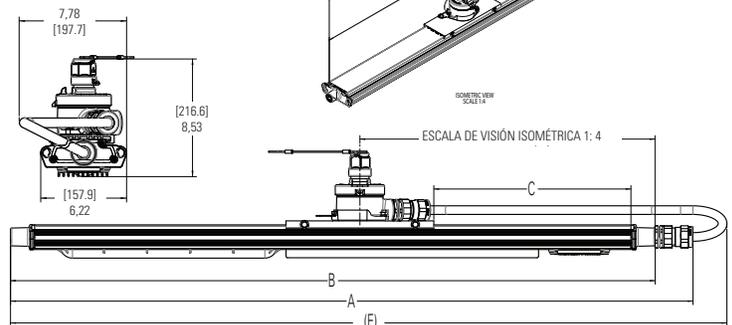

Imagen 10
- Instale el soporte de montaje deslizante con la caja de conexiones en la brida de montaje del dispositivo como se muestra en la Imagen 10. Ajuste la posición del montaje deslizante a la dimensión C que se muestra en el cuadro. Nota: La dimensión C hace referencia al extremo de la brida de montaje del dispositivo.
- Ajuste los dos (2) tornillos de fijación de 1/4" en el soporte de deslizamiento hasta que estén abajo. Gire a 78 pulgadas-libras (8.8 N-m).
- Instale un (1) cuerpo de rosca del casquillo prensacable a la caja de conexiones y un (1) cuerpo de rosca del casquillo prensacable para centrar en el extremo del controlador del dispositivo. Consulte el CAP184288 y ADE 6F para la instalación del cable y las instrucciones de preparación del mismo.
- Forme el cable aproximadamente como se muestra en la Imagen 10.